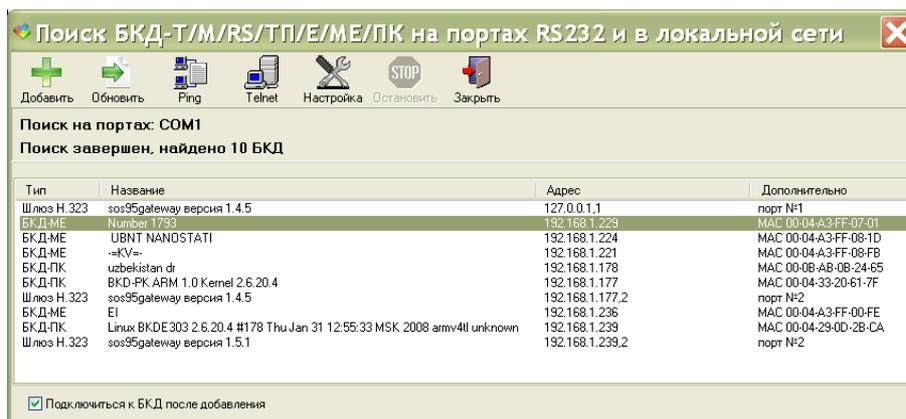

Рисунок 15 - Перечень найденных мастер-устройств
3) Откроется окно «Поиск БКД» и будет выполнен поиск всех подключенных к сети БКД-МЕ (рисунок 15). Установить галочку «Подключиться к БКД после добавления». Выбрать требуемый БКД-МЕ и нажать «Добавить».